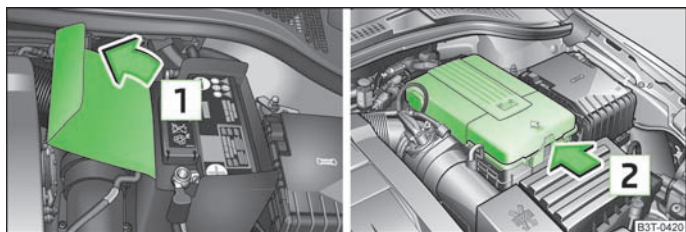

Abb. 165 Motorraum: Polyester-Abdeckung der Fahrzeugbatterie / Kunststoffabdeckung der Fahrzeugbatterie
Die Batterie befindet sich im Motorraum in einer Polyester-Abdeckung » Abb. 165 bzw. in einer Kunststoffabdeckung » Abb. 165 oder im linken Seitenfach des Gepäckraums » Abb. 102.
- › Die Batterieabdeckung in Pfeilrichtung öffnen bzw. die Verrastung an der Seite der Batterieabdeckung in Pfeilrichtung drücken » Abb. 165, die Abdeckung nach oben klappen und entnehmen.
Der Rand der Polyester-Batterieabdeckung » Abb. 165 wird bei Arbeiten an der Batterie zwischen Batterie und Seitenwand der Batterieabdeckung eingesteckt. ■